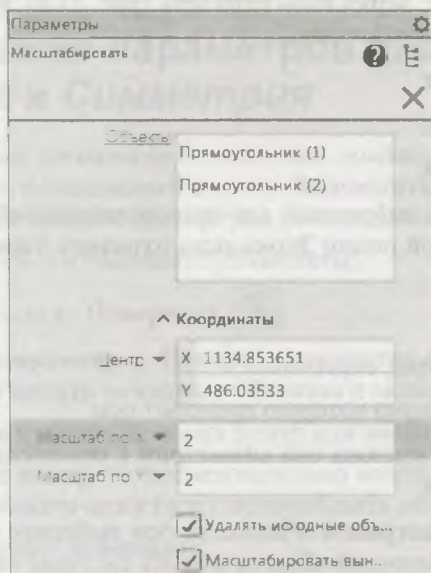

Рис. 11.6. Панель **Параметры: Масштабировать**
- ◆ щелкните ЛК мыши по кнопке **Масштабирование**. На панели **Параметры: Масштабировать** (рис. 11.6) появились элементы управления: